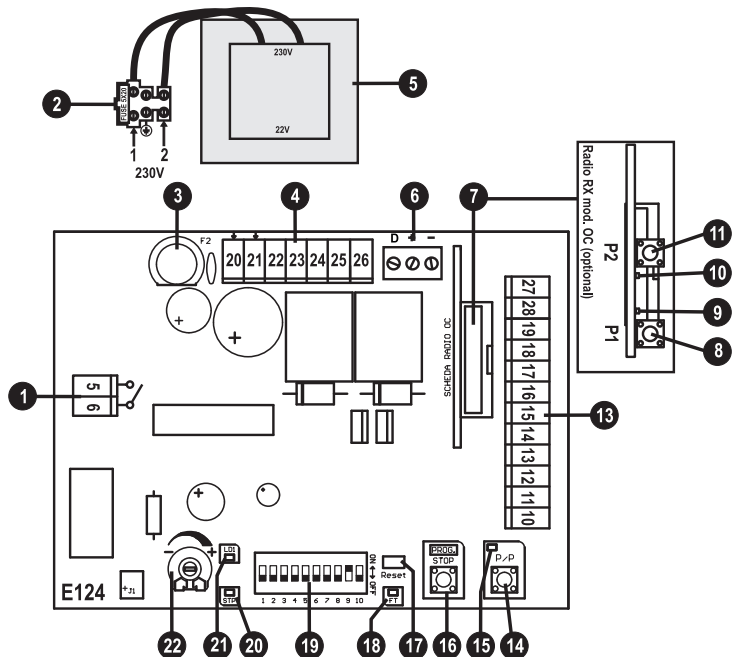

FIG. 15
Tijdens de fase van zelfinstelling dient u meermaals op de toets P/P te drukken(deel 14 op afb. 15); in plaats daarvan kunt u ook de instructie P/P (klem 14, afb. 16) gebruiken of de radiozender die op het eerste kanaal van de ontvanger in het geheugen is opgeslagen.
- 2- Houd de knop PROG ingedrukt en voer een reset uit door kortsluiting tot stand te brengen met de schroevendraaier op de jumper Reset (deel 17 op afb. 15).
1-Schakel de vertragingssnelheid in door de dipschakelaar 9 op ON te zetten (deel 19 op afb. 15).
De verschillende beschreven opties kunt u met de dipschakelaars functies (deel 19 op afb.15) selecteren.